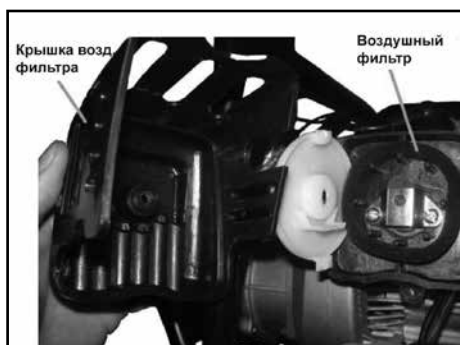

Рис. 4
1. Закройте воздушную заслонку (Рис. 4). Отверните ручку крышки воздухоочистителя и снимите крышку и воздушный фильтр.